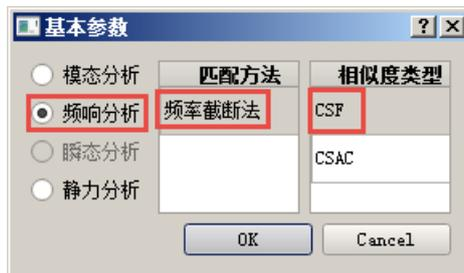

图 2.14 模型匹配设置
(5) 有限元模型与试验模型的匹配。
① 模型匹配设置。右键点击“3 匹配节点”，选择“设置基本参数”，弹出对话框，如图 2.14 所示。选择“频响分析→频率截断法→CSF”，点击“确定”，完成设置。